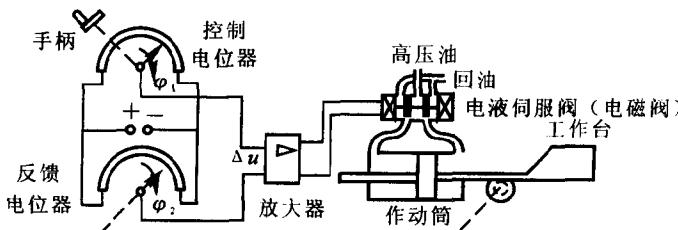

图 1.3.3 工作台液压伺服系统工作原理图
3. 工作台位置液压控制系统如图 1.3.3 所示。系统可以使工作台按照控制电位器给定的规律变化。要求: